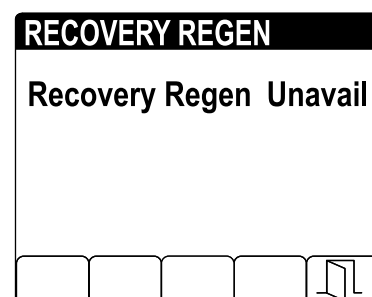

Bild 53
- Wenn der Motorcomputer keine Wiederherstellungs-Regenerierung anfordert hat und Sie die Option RECOVERY REGEN (Bild 53) auswählen, wird der Bildschirm „Recovery Regen“ gesperrt (ist nicht verfügbar).